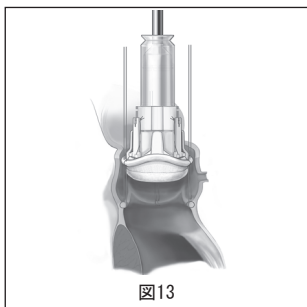

図13
- 縫合糸に張力を維持した状態で、弁輪内に弁を落とし込みます (図13)。